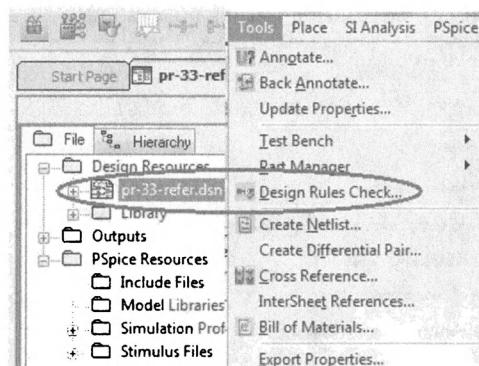

Рис. 20.11. Выбор команды Design Rule Checks
2. В меню Tools (рис. 20.11) выберите команду Design Rule Checks.